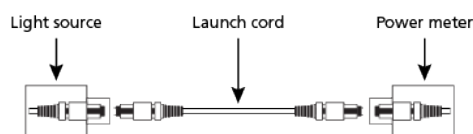

Figura 5. Definir a referência
1. Define uma referência entre a fonte de luz e o medidor de potência, usando o cabo de lançamento (veja a figura 5).